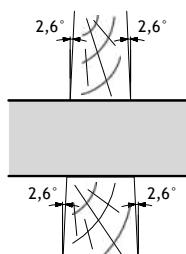

Fig. A16.01
- С оглед да не се намали ефективността на направл. скоба BFD (20), елементите могат да се отклоняват от центъра на макс. $2,6^\circ$. (Fig. A16.01)
- Широчина на изравняващите вложки отвътре (50) = min. 4 cm.